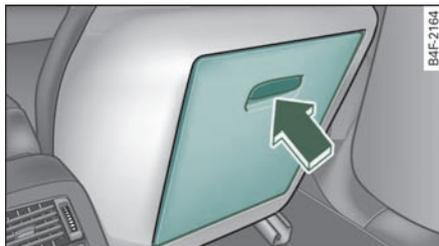

图 79 前座椅靠背：折叠桌
- 向上拉起拉手 => 图 79 至止点位置，然后向下翻转折叠桌，即可打开折叠桌。